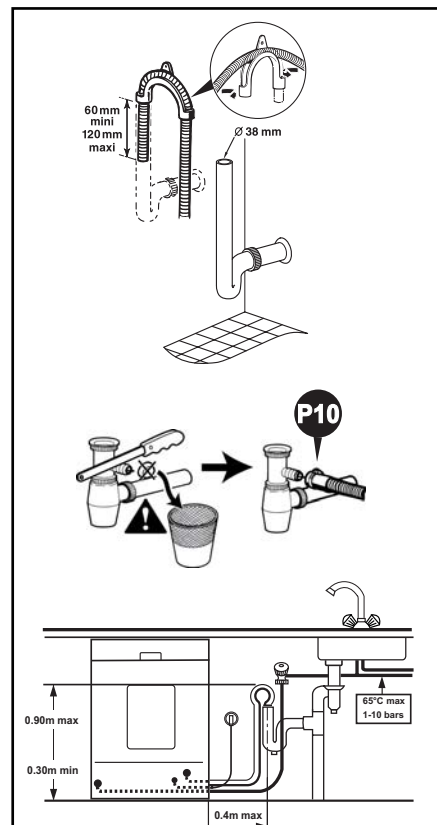

Fig. 2-1
- Sur un siphon ventilé (Fig. 2-1).
- Sur un siphon d'évier (Fig. 2-1).
Le branchement pour l'évacuation doit se trouver à une hauteur comprise entre 0,30 m (minimum) et 0,90 m (maximum) du sol (Fig. 2-1).